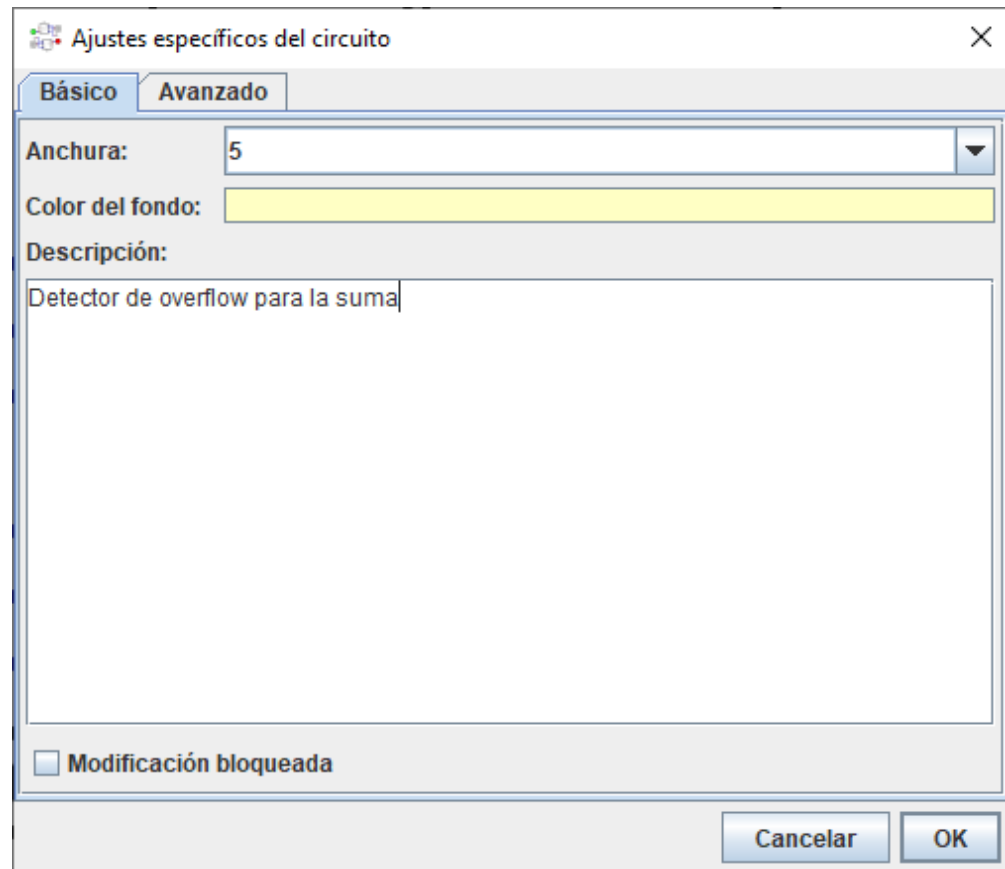

Figura 7. Configuración del ancho y descripción emergente del componente
- En primer lugar vamos a ampliar el ancho mínimo de la caja para que pase de 3 a 5 unidades de rejilla. De nuevo hay que volver a la ventana del circuito del detector de *overflow* y seleccionar **Editar** › **Ajustes específicos del circuito**. En la pestaña **Básico** seleccionamos 5 en **Anchura**. Aprovecharemos además para introducir una descripción que aparecerá en forma de descripción emergente cuando pongamos el puntero del ratón sobre el componente. Estos ajustes se muestran en la figura 7.